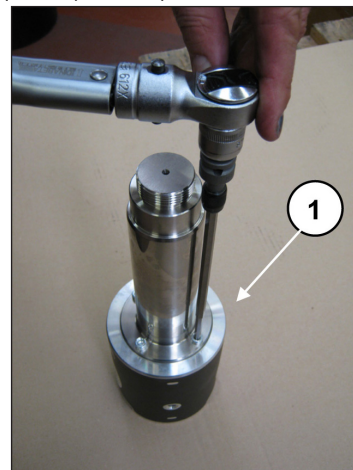

Abb. 37
Drehen Sie zum Trennen der Stange von der Pleuelführung die Zylinderkopfschrauben M6 mit dem entsprechenden Schlüssel ab (Pos. ①, Abb. 37).